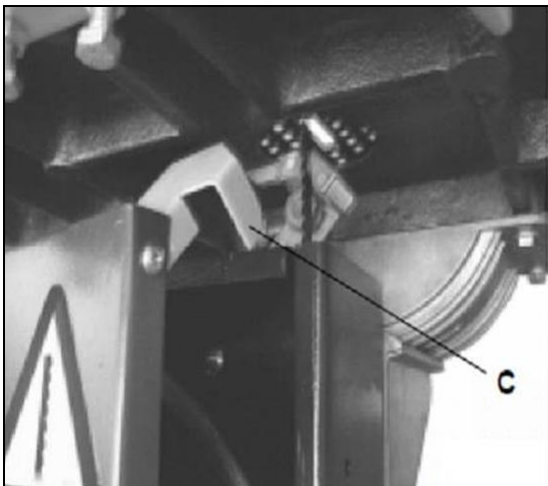

Fig 14
En ouvrant la porte de l'enrouleur inférieur du ruban, le cache du ruban bascule vers le bas (C, Fig 14).
La machine est livrée avec une buse d'aspiration Ø 100mm (B) Fig.14.